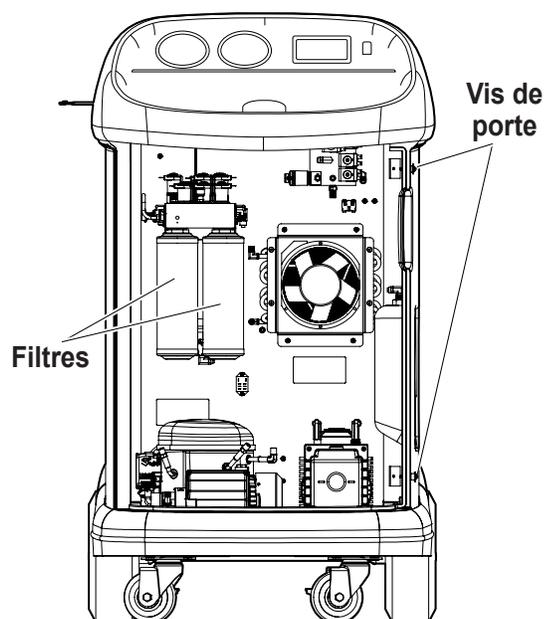

Figure 11
Éteignez la machine. Retirez les deux vis de la porte et ouvrez la porte. Reportez-vous à la Figure 11.
5. Installez les nouveaux filtres en les vissant en place dans le sens horaire. Veillez à ce que les filtres soient positionnés correctement comme indiqué à la Figure 11. Serrez les deux filtres au couple de 20 Nm.